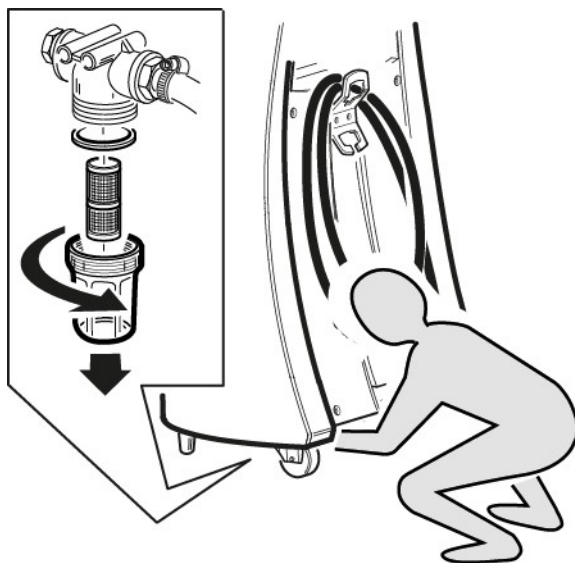

Рис. 13
8. Регулярно проверяйте состояние фильтра. Рис. 13.